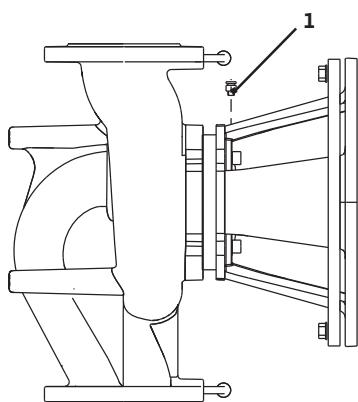

Fig. 41: Supapa de dezaerare
- Aerisiți pompele prin deschiderea supapelor de dezaerare (fig. 41, poz. 1). Funcționarea în gol distrugе etanșarea mecanică a pompei. Este interzisă dezaerarea senzorului de presiune diferențială (pericol de distrugere).